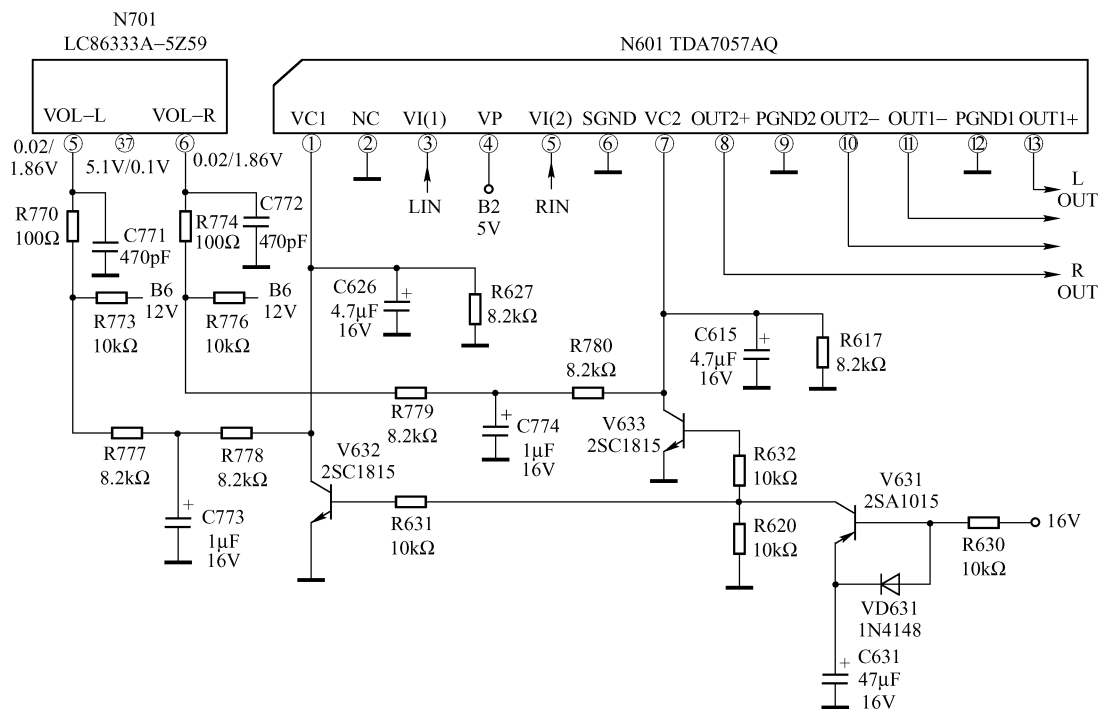

图 7-29 SVA D2966F 伴音静噪控制电路故障检修
检查与分析: 根据检修经验和故障现象, 检修时应首先重点检查伴音功放输出和静音控制电路, 如图 7-29 所示。
在如图 7-29 所示中, N601 (TDA7057AQ) 为伴音功放输出集成电路, 在有声音的正常工作状态下, 其引脚直流电压见表 7-7。经检查, 发现 N601 的①、⑦脚电压抖动不稳, 在有声音出现时, 电压约为 0.6V, 无声音时约为 0.1V。检测 N701⑤、⑥脚音量控制电平正常, 因而判断静噪控制电路有故障, 进一步检查, V631 漏电, 将其换新后, 故障被排除。
小结: 在如图 7-29 所示中, N601 ①、⑦脚用于音量控制, 并受控于 N701 的⑤、⑥脚, 正常时, N701 ⑤、⑥脚输出 0.02~1.86V 可调电压, N601①、⑦脚有 0.6V 左右电压。静音时, N701⑦脚电压为 5.1V, ⑤、⑥脚电压为 0.02V, N601 ①、⑦脚电压为 0.14V, 但